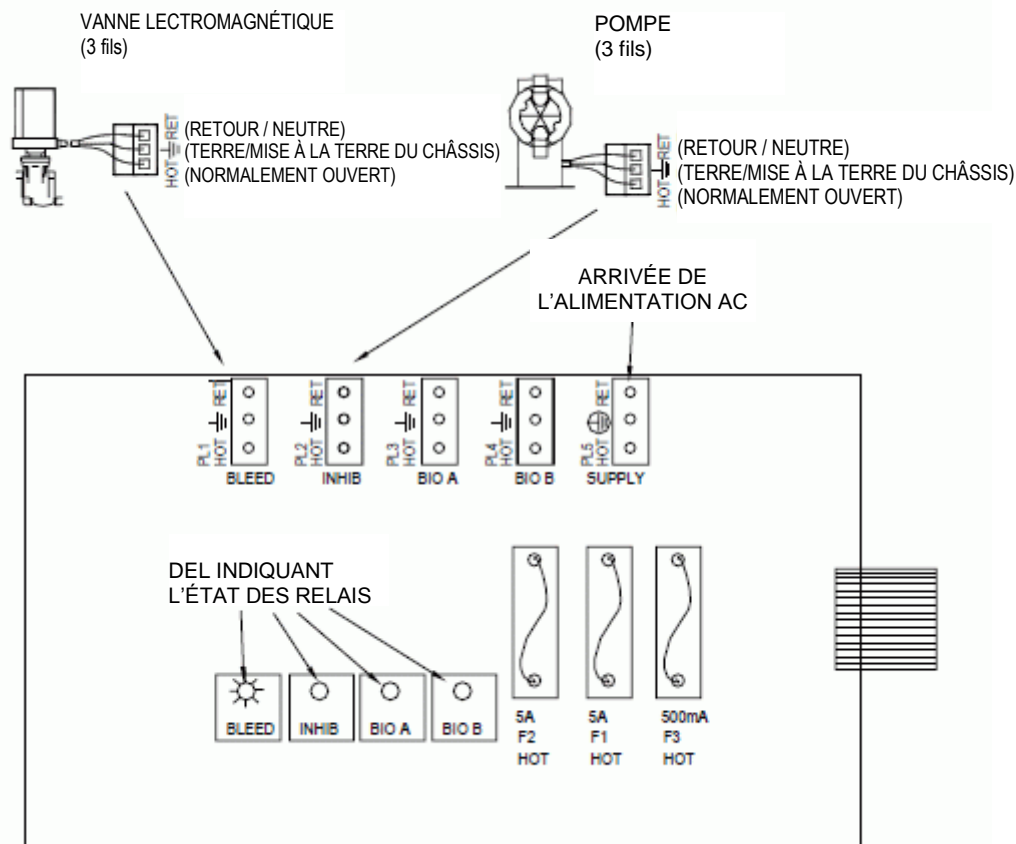

Figure 6
Les circuits électriques d'entrée de MicroVision sont protégés par un fusible sur les deux entrées (le fil sous tension et le neutre) en utilisant des fusibles remplaçables de cinq ampères (Fig. 6).
Les contrôleurs pour conduits ont des ouvertures pour les connexions de conduits de câblage réel (*hard wiring*). Voir Fig.6 pour les raccordements d'alimentation d'entrée et de sortie. Utilisez des fils standard de 18 AWG (1,2 mm2) pour les conduits d'alimentation et les connexions de charge. L'alimentation (entrée) est raccordée par PL5 situé sur le panneau de relais (Fig. 6). La partie supérieure de ce répartiteur est amovible pour faciliter l'accès aux trois (3) vis du connecteur.
Les connexions de basse tension se trouvent sur le panneau de basse tension (côté droit) (Fig.6). Utiliser des fils 22-24 AWG (0,76 mm2) pour : le commutateur de flux, les niveaux de baril, les alarmes sèches, et les connexions du compteur d'eau. Ces fils de signalisation doivent être tirés séparément des lignes d'alimentation AC.